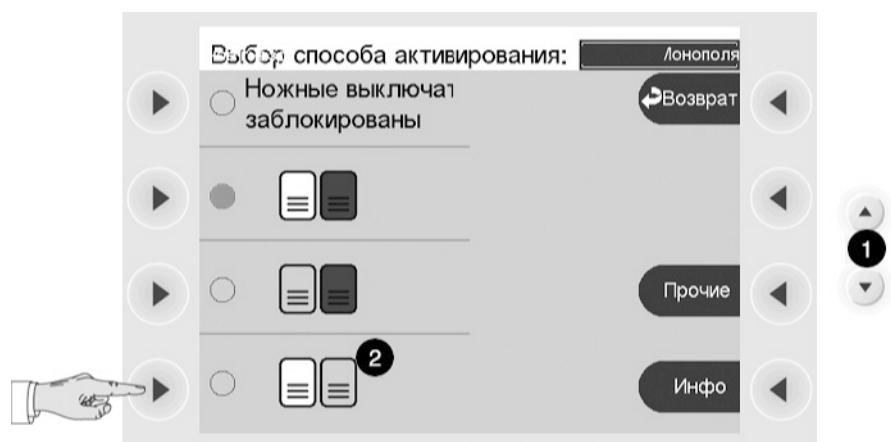
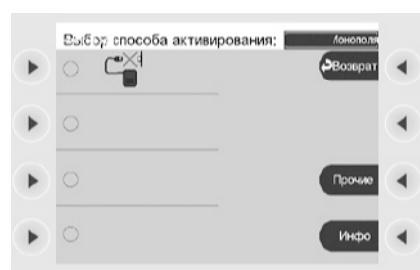

Рис. 5-16
Рис. 5-17
В окне Рис. 5-17 Вы видите список возможных способов присвоения ножного выключателя. Пролистайте клавишей Ab (1) также к следующему окну Рис. 5-16. Вы можете также использовать клавишу выбора рядом с пунктом меню далее.